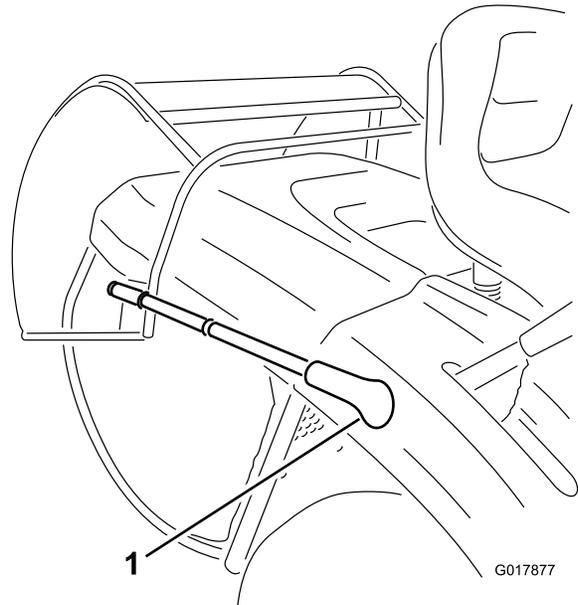
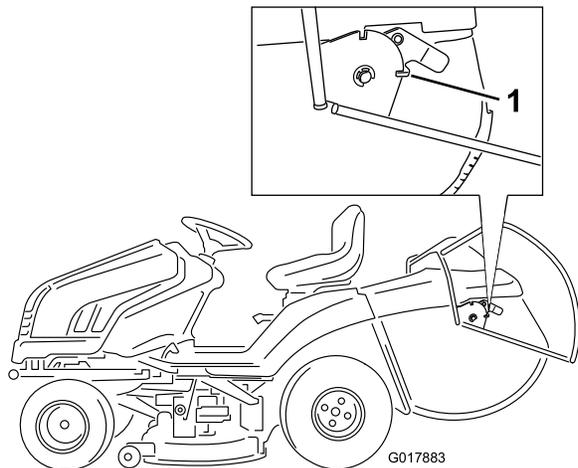

Figure 17
Figure 18
3. Tirez le levier de vidage du bac à herbe vers l'avant pour basculer le bac à herbe (Figure 17) jusqu'à ce que le verrou s'enclenche et bloque le bac à herbe en position ouverte (Figure 18).